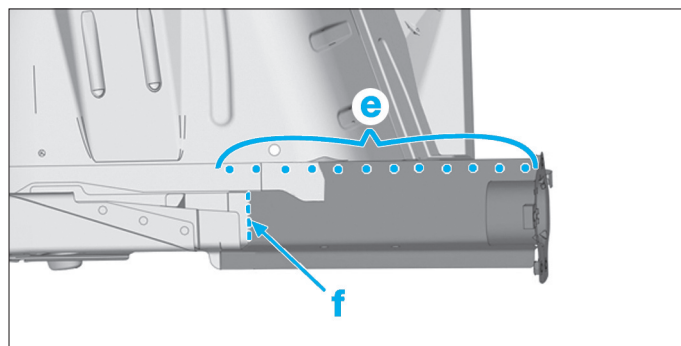

FIG. 220
- Souder par points électriques zone (e) (Fig.220).